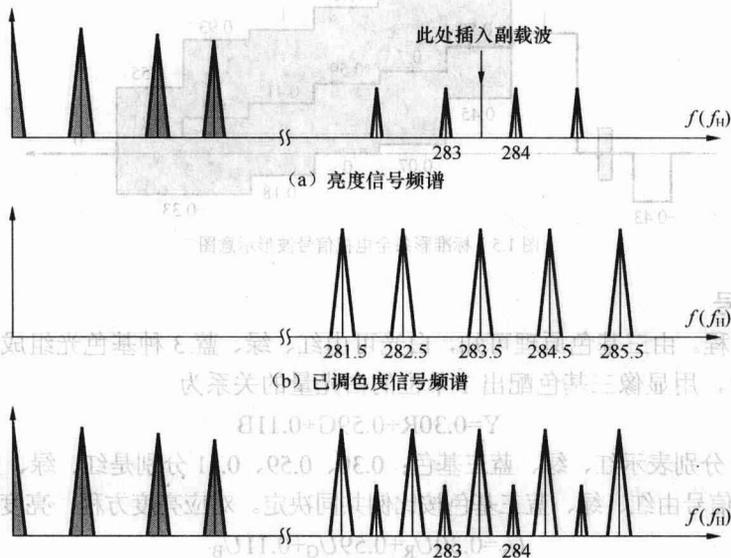

图 1.7 频谱间置原理示意图
(1) 频谱间置原理。由于在亮度信号的主谱线之间存在大量空隙，可以将色度信号穿插到其间来传送，这样做的原因是为了不引起电视信号频带过宽。但对同一幅图像来说，亮度信号与色度信号的频谱结构是完全相同的。为了避免造成二者产生串扰，必须将色度信号与亮度信号错开。在亮度谱线上选取 $283.5f_H$ 为色度副载波，即 4.43MHz，对色度信号做调幅处理。把亮度信号与色度信号相加，色度信号刚好嵌套在亮度信号之间的空隙中，如图 1.7 所示，这就是频谱间置原理。